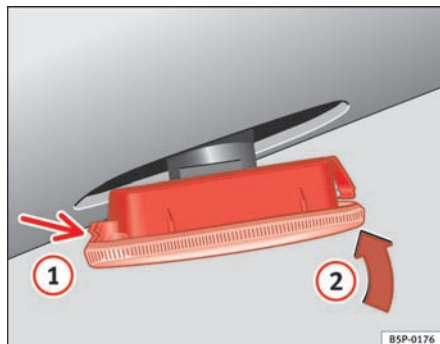

Fig. 190 Blinklygte
- Sæt først blinklygten i monteringsstedet i karrosseriet, så tappene går i hak ⇒ fig. 190, pil ①.
- Sæt pæren i som vist med pilen ② ⇒ fig. 190. ■